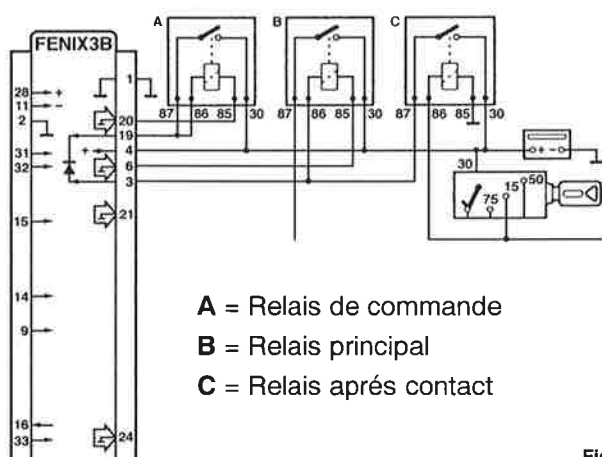

Fig. 1
## Contrôle du relais de commande (Fig. 1)
- Mesurer la tension entre la borne 19 et la masse (Fig. 1).